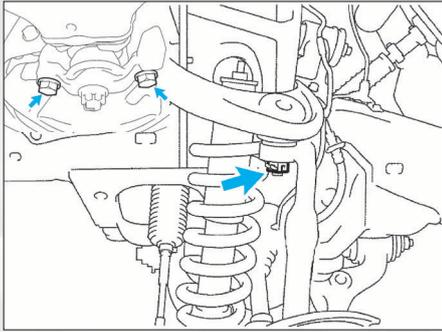

FIG. 8
- Dégoupiller et dévisser la rotule inférieure du triangle au pivot (**fig. 8**).